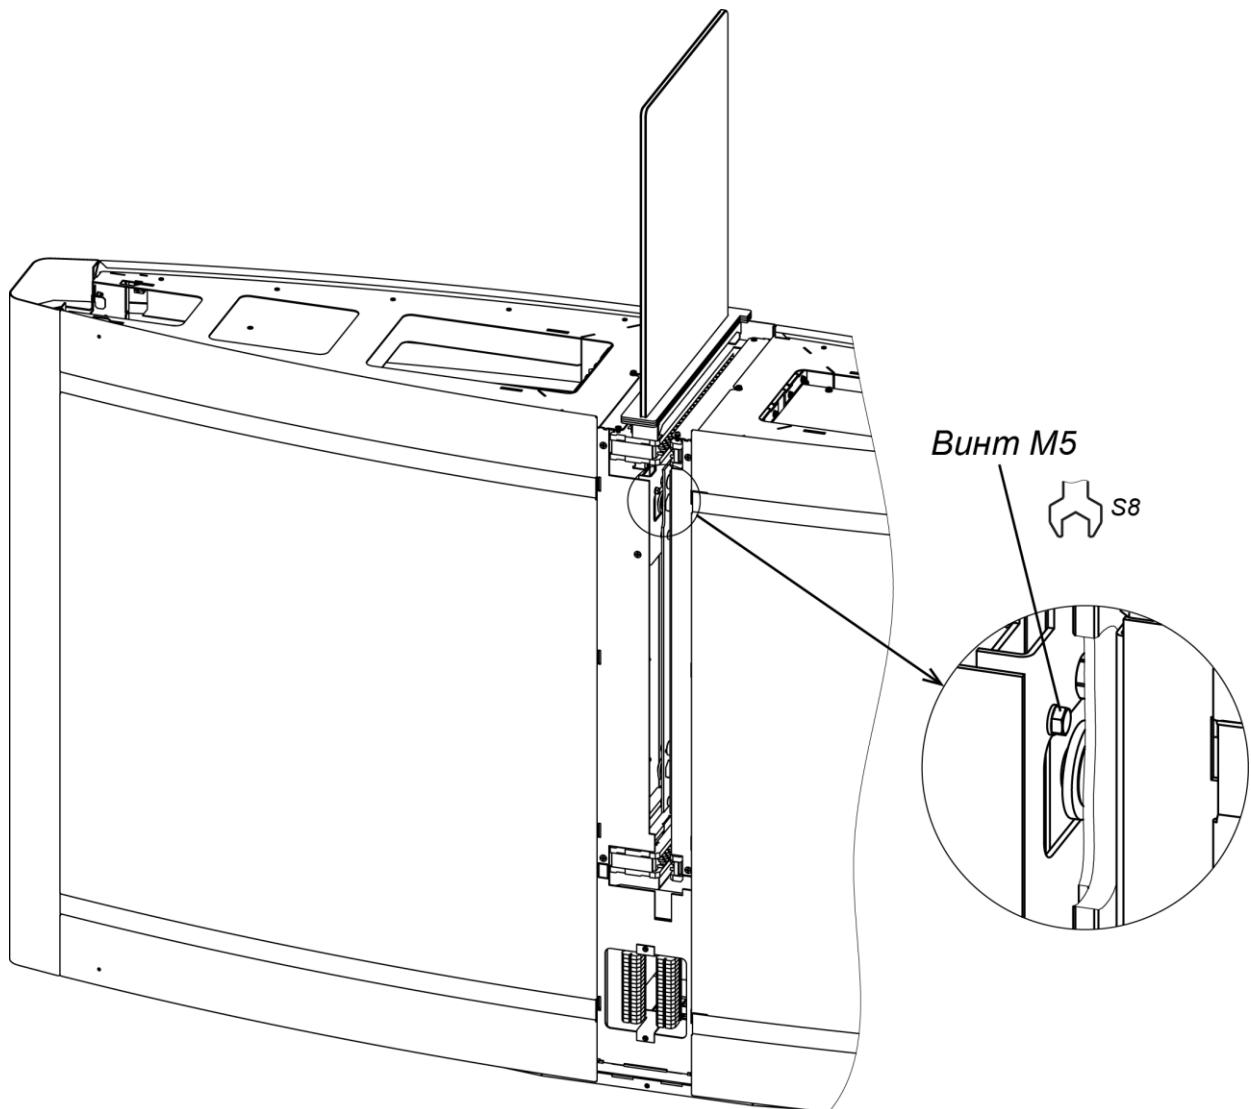

Рисунок 23. Демонтаж стекла заполнения
Смонтируйте стекло заполнения (2) (см. разд. 8.7.5, рис. 23).
1. Ключом рожковым S8 ослабьте два винта крепления стекла M5, находящиеся под центральной вставкой (4) по бокам (см. рис. 23).